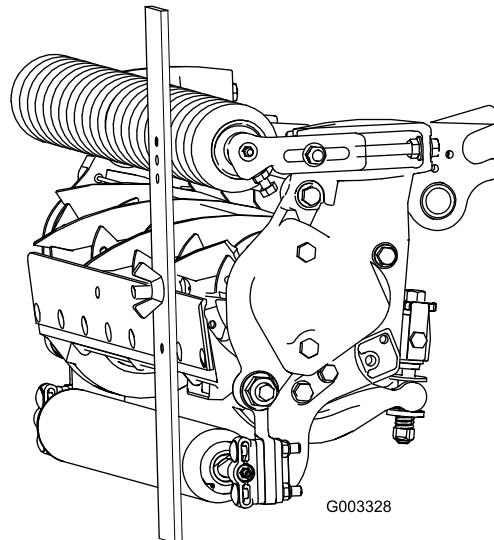

Bild 24
3. Haken Sie den Schraubenkopf an die Schnittkante des Untermessers ein, und stützen Sie das hintere Ende des Trägers auf der hinteren Rolle ab (Bild 24).
4. Drehen Sie die Einstellschraube, bis die vordere Rolle die Messlehre berührt (Bild 24). Stellen Sie beide Enden der Rolle ein, bis die ganze Rolle parallel zum Untermesser ist.